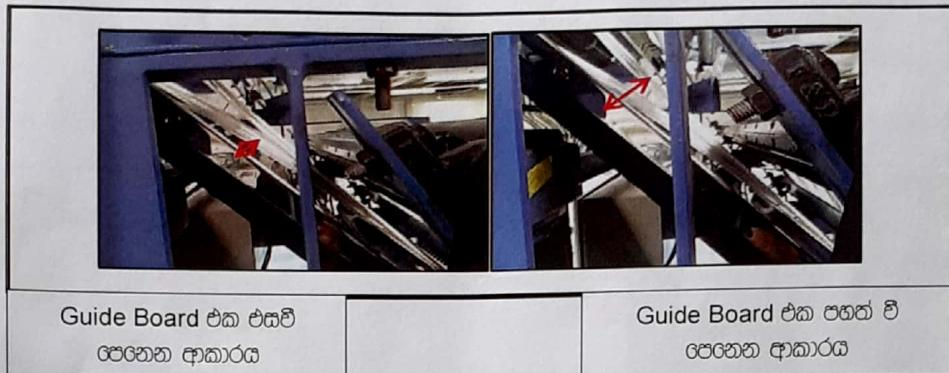

Figure 38
- එවිට Guide Board එක පහත ආකාරයට පහත වනු ඇත.(Figure 38)